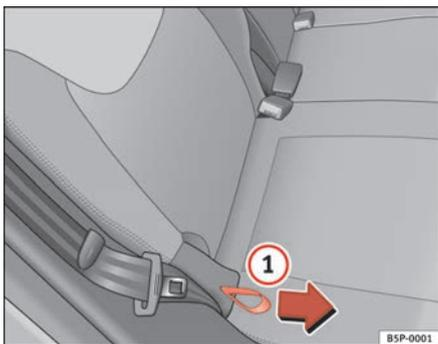

Fig. 97 Regolazione dell'inclinazione dello schienale del sedile posteriore
- Afferrare lo schienale per la parte superiore. Tirare in direzione della freccia la maniglia flessibile che si trova su un lato del sedile ⇒ fig. 97 ① tenendola poi tirata. Contemporaneamente spingere lo schienale all'indietro portandolo nella posizione desiderata, infine lasciare la maniglia.